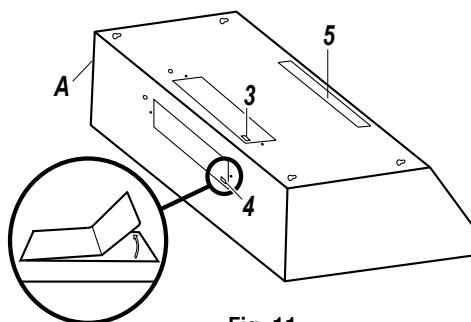

Fig. 11
- Choisir le disque défonçable de ventilation à retirer selon votre type d'installation. Utiliser le trou supérieur (3) pour une installation de ventilation par le dessus et le trou arrière (4) pour une installation de ventilation par l'arrière.
- Retirer doucement le couvercle (3 ou 4) du trou de ventilation approprié en utilisant un tournevis à tête plate ou une pince à bec effilé (voir Fig.11). Faire très attention de ne pas laisser de morceaux à l'intérieur de la hotte (A).